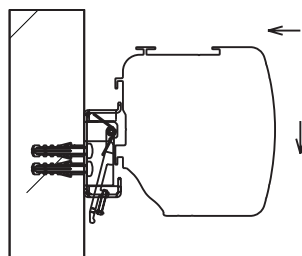

Fig. 3
2. Soulevez dès à présent le carter de l'écran à deux personnes et insérez-le avec précaution dans les équerres de montage. Veillez à ce que le carter s'enclenche dans les crochets des équerres. Glissez maintenant le carter lentement vers le bas. L'écran doit s'enclencher avec un clic. (voir Fig. 3)